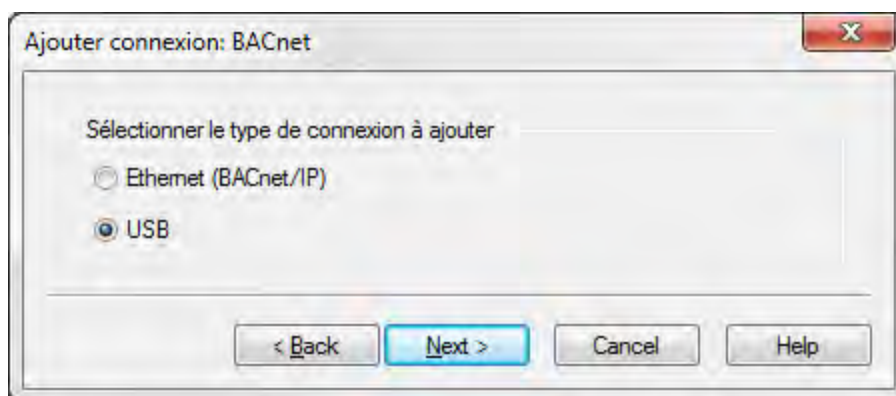

Figure 5-3: Sélection de l'option USB
4. Sélectionnez USB, puis cliquez sur (Figure 5-3).